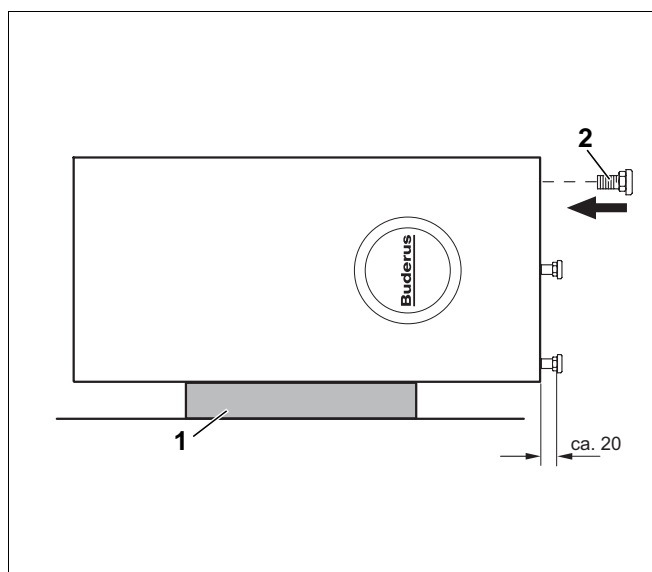

Fig. 5 Montaggio dei piedini regolabili a vite
- Posizionare l'imbottitura superiore (fig. 5, **pos. 1**) sul pavimento.
- Estrarre i piedini regolabili a vite dall'imbottitura di fondo (polistirolo) ed avvitare i piedini regolabili a vite M10 x 30 (fig. 5, **pos. 2**) sul fondo dell'accumulatore di acqua calda.